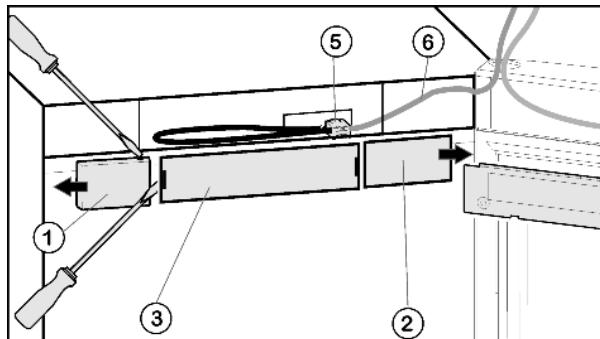

Fig. 4
- Снимите крышки со стороны ручки Fig. 4 (1); справа выведите из фиксатора при помощи плоской отвёртки и сдвиньте наружу.
- Снимите крышки со стороны шарнира Fig. 4 (2): слева выведите из фиксатора при помощи плоской отвёртки и сдвиньте наружу.
- Снимите переднюю накладку Fig. 4 (3) с помощью плоской отвёртки.
- Снимите контакт и извлеките разъём Fig. 4 (5).
- Высвободите из направляющей серый кабель Fig. 4 (6).
- ▶ Снова установите разъём *Fig. 4 (5)*.
- ▶ Снова установите крышку *Fig. 4 (3)*.
- ▶ Установите крышку *Fig. 4 (2)* снаружи со стороны шарнира с поворотом на 180° и защелкните ее.
- ▶ Установите крышку *Fig. 4 (1)* снаружи со стороны шарнира с поворотом на 180° и защелкните ее.